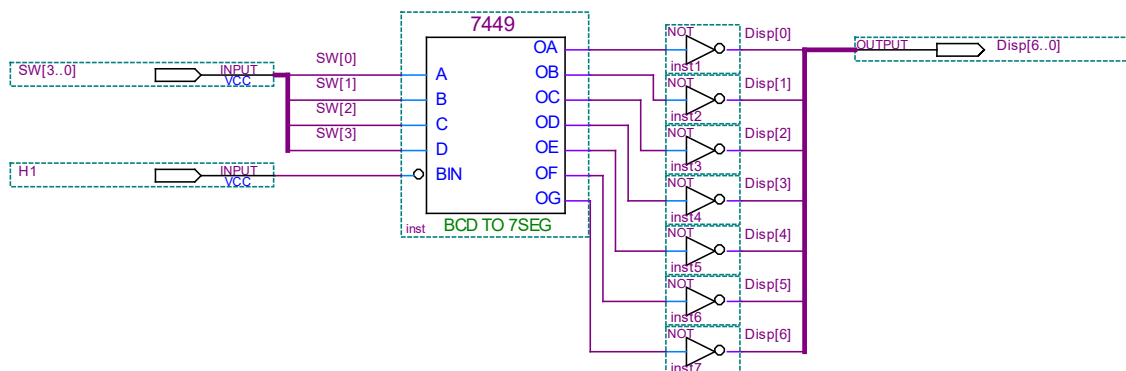

Figura 1: Conversor BCD a display 7 segmentos.
- Generar un proyecto en **Quartus II** con el circuito indicado en la figura 1.